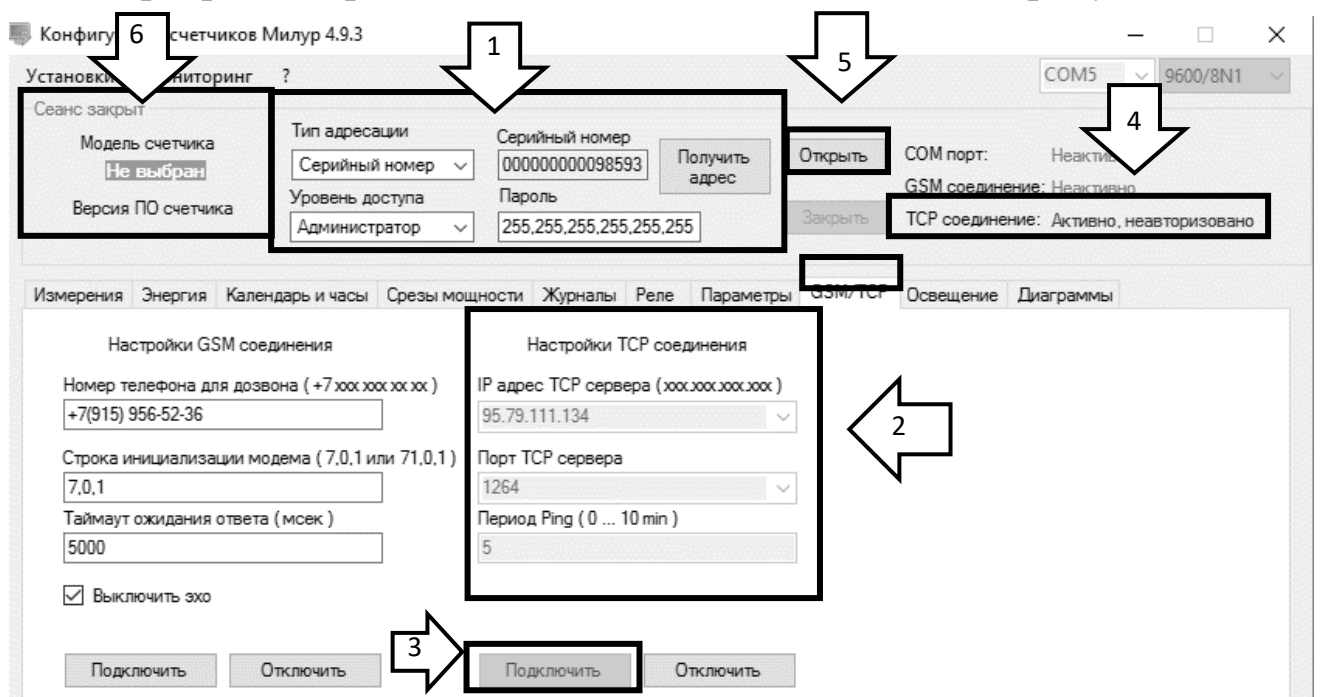

Рисунок 27 – Настройки TCP-соединения
- нажать кнопку «Получить адрес» (рисунок 27→1);
- на вкладке «GSM/TCP» ввести IP - адрес и IP - порт используемого TCP - сервера, которые были заданы в SMS-сообщении (рисунок 27→2);
- нажать кнопку «Подключить», находящуюся под настройкой TCP – соединения (рисунок 27→3);
- в верхнем меню сеанса связи Конфигуратора счетчиков Милур напротив TCP - соединения появится надпись: «Активно, неавторизовано» (рисунок 27→4);
- в верхнем меню сеанса связи Конфигуратора счетчиков Милур нажать кнопку «Открыть» (рисунок 27→5);
- на панели настроек конфигуратора отобразится надпись: «Сеанс открыт: администратор», считаются данные о модели счетчика и версии его ПО (рисунок 27→6);